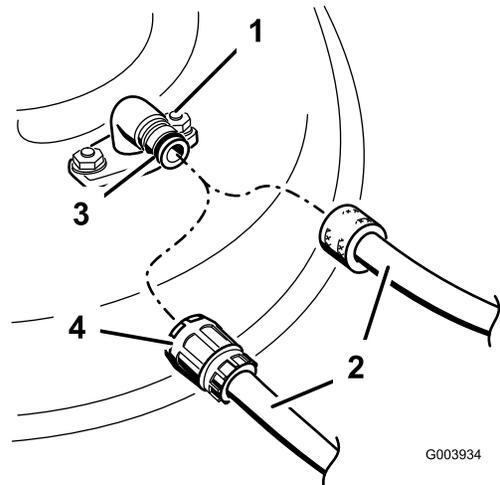

Bild 47
3. Montieren Sie die Schlauchkupplung auf die Kupplung am Mähwerk-Spülanschluss und drehen Sie das Wasser mit starkem Druck auf (Bild 47).